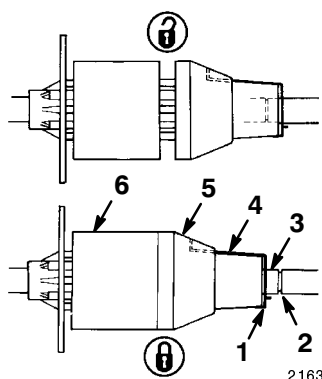

Figure 23
- **Position de blocage**—Glissez le ressort de verrouillage de l'accouplement dans la gorge d'arbre de gauche (Fig. 23).
- **Position de déblocage**—Glissez le ressort de verrouillage de l'accouplement dans la gorge d'arbre de droite (Fig. 23).